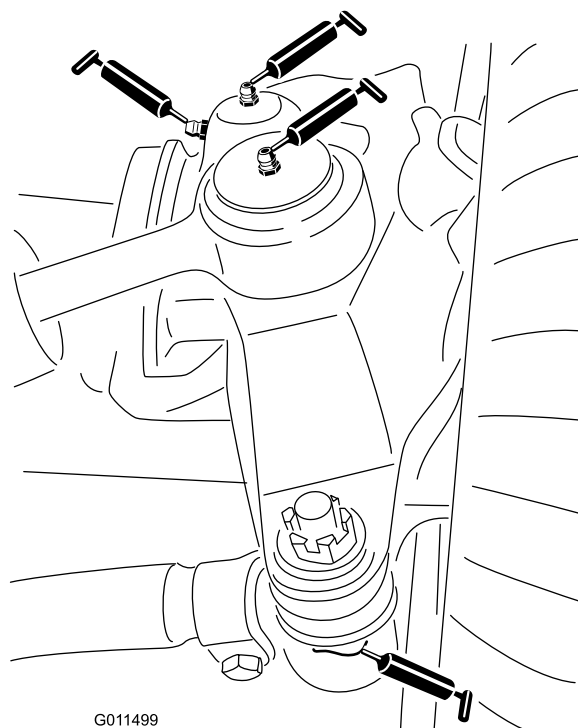

Figura 60
- 2 giunti a sfera del cilindro di sterzata (Figura 60)
- 2 giunti a sfera del tirante (Figura 60)
- 2 boccole del perno del fuso a snodo (Figura 60).